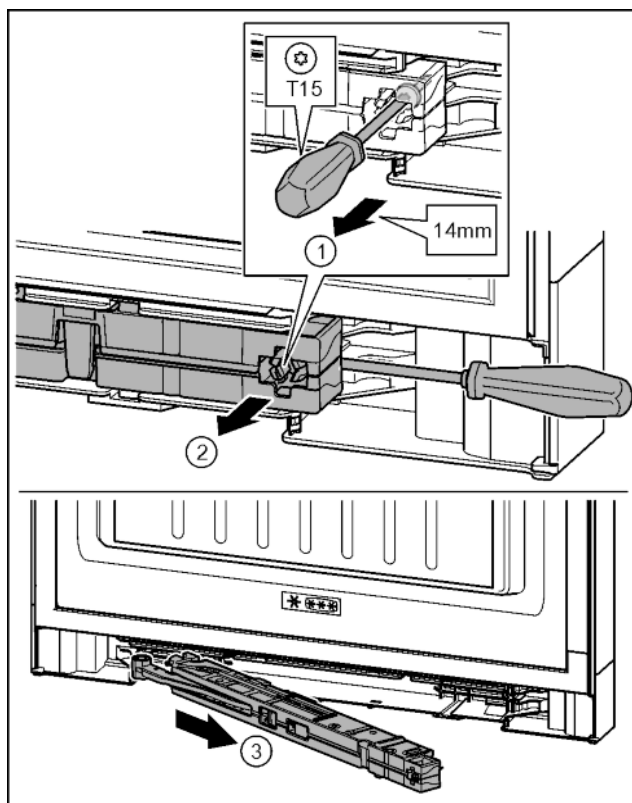

Fig. 20
- ▶ Ослабить винт на узле амортизатора с помощью отвертки T15 примерно на 14 мм. Fig. 20 (1)
- ▶ Переместить отвертку со стороны ручки за узел амортизатора. Повернуть узел вперед. Fig. 20 (2)
- ▶ Вытащить узел амортизатора. Fig. 20 (3)